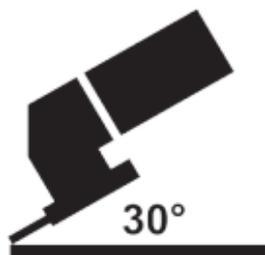
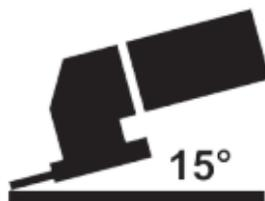

Figura 3
Figura 4
- Em operações de desbaste, o disco deve ser mantido num ângulo médio de 30° em relação à peça trabalhada (Figura 3), para o acabamento posicionar o disco em um ângulo de 15° (Figura 4).